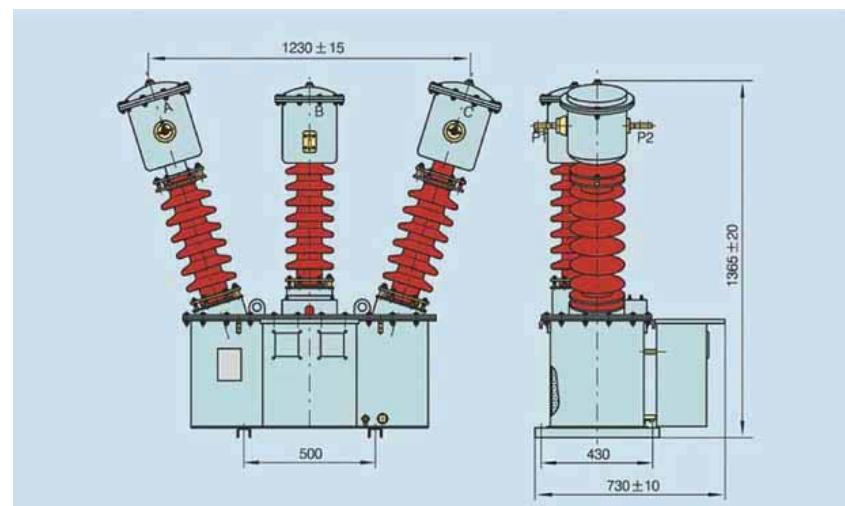

Рис. 6.1 Внешний вид и размеры комбинированного трансформатора JLS-35
6. Внешний вид и размеры (см. рис. 6.1)